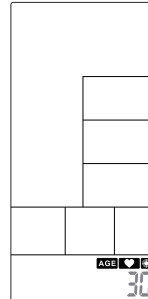

Figure 45
- ① Drücken Sie im Standby-Modus die Herzfrequenz-Zieltaste, die aufleuchtet und 1 Sekunde lang einen Ton von sich gibt.
- ② Der Wert Alter blinkt, drücken Sie AUF und AB, um Ihr Alter einzustellen (Abbildung 45). Drücken Sie ENTER, um den Wert zu bestätigen, während der Summer 1 Sekunde lang ertönt und die Herzfrequenz zuletzt aufleuchtet.
- ① In Standby mode, press Target Heart-Rate key and will light up, along with along sound for 1s.
- ② AGE value is flashing, press UP and DOWN to preset your Age (Figure 45). Press ENTER to confirm along with buzzer beeps 1s and and HEART RATE last lighting up.